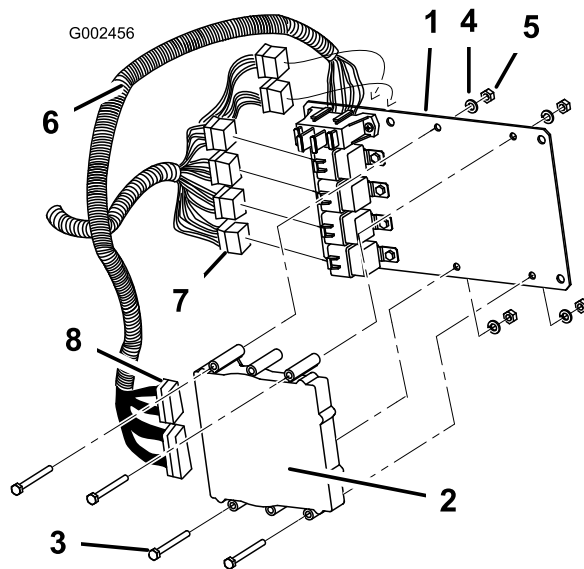

Bild 8
5. Befestigen Sie das ECU mit 4 Schrauben (1/4 x 2-1/2 Zoll), 4 Sicherungsscheiben (1/4 Zoll) und vier Muttern (1/4 Zoll) an der Montageplatte (Bild 8).
6. Schließen Sie die Relaiskabel am Kabelbaum an die sechs Relais an der Befestigungsplatte an (Bild 8).
7. Schließen Sie die zwei Steuergerätkabel (ein langes und ein kurzes) an den Kabelbaum am ECU an (Bild 8).